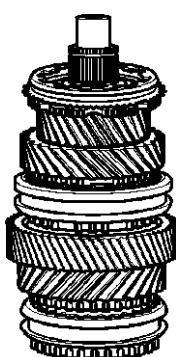

Рис. 6.30. Установка колец синхронизатора 3 передачи
23. Установите кольца 13, 14 и 15 синхронизатора 3 передачи, как показано на рис. 6.30.